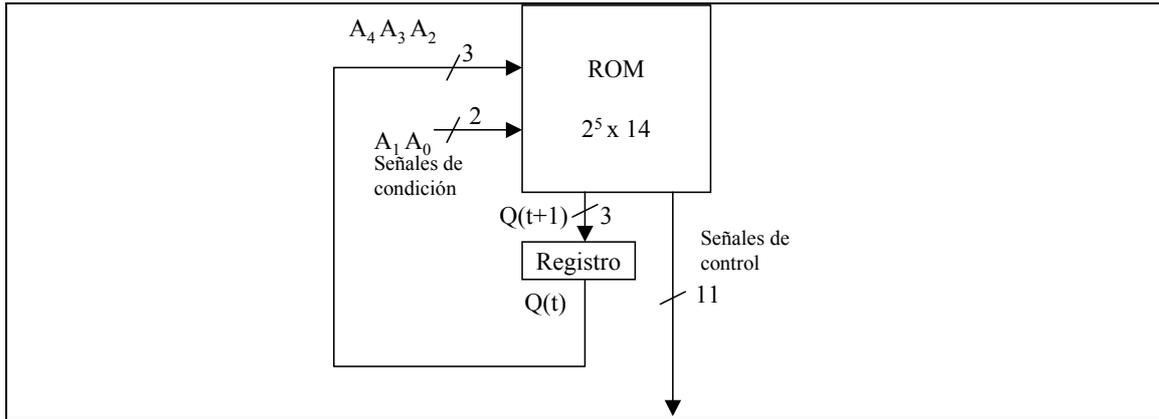

Figura 4 : Diseño de la Unidad de Control con una memoria ROM y un registro
- En la Tabla 2 se muestra el contenido de la memoria ROM y en la Figura 4 el esquema de la Unidad de Control